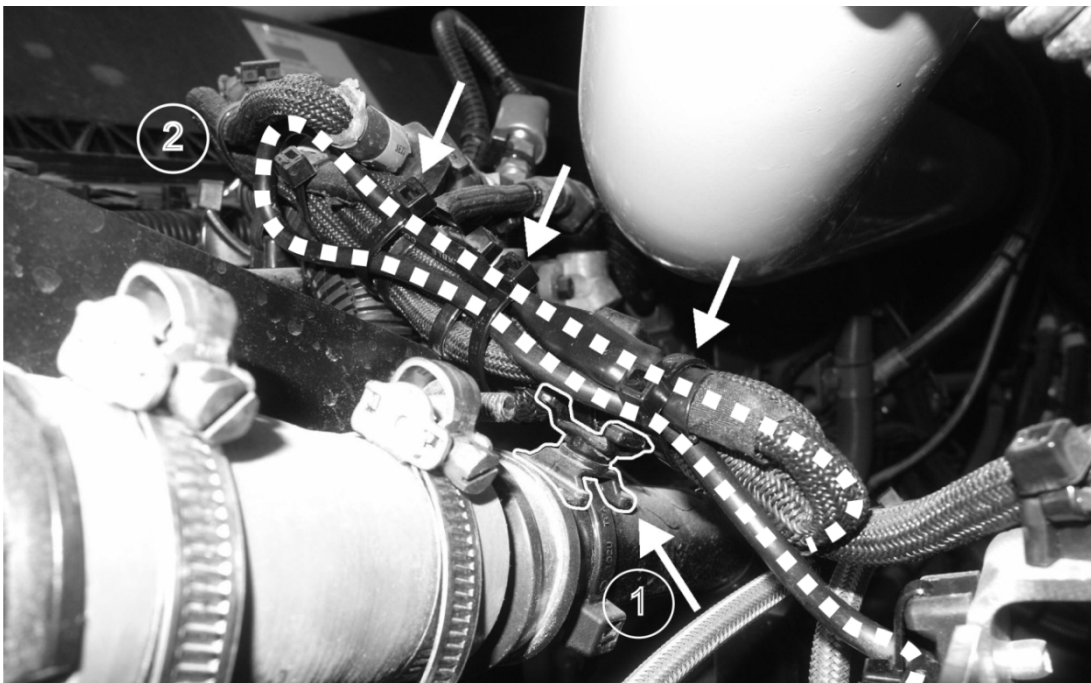

**Figure 19 –Câble de l’embrayage.**
- 2.14.5. Sceller chacun des fils avec le tube thermo retrecissable #560784 puis avec le tube supplémentaire #560785 pour sceller par-dessus la gaine du câble et l'épissure. (Fig. 19)